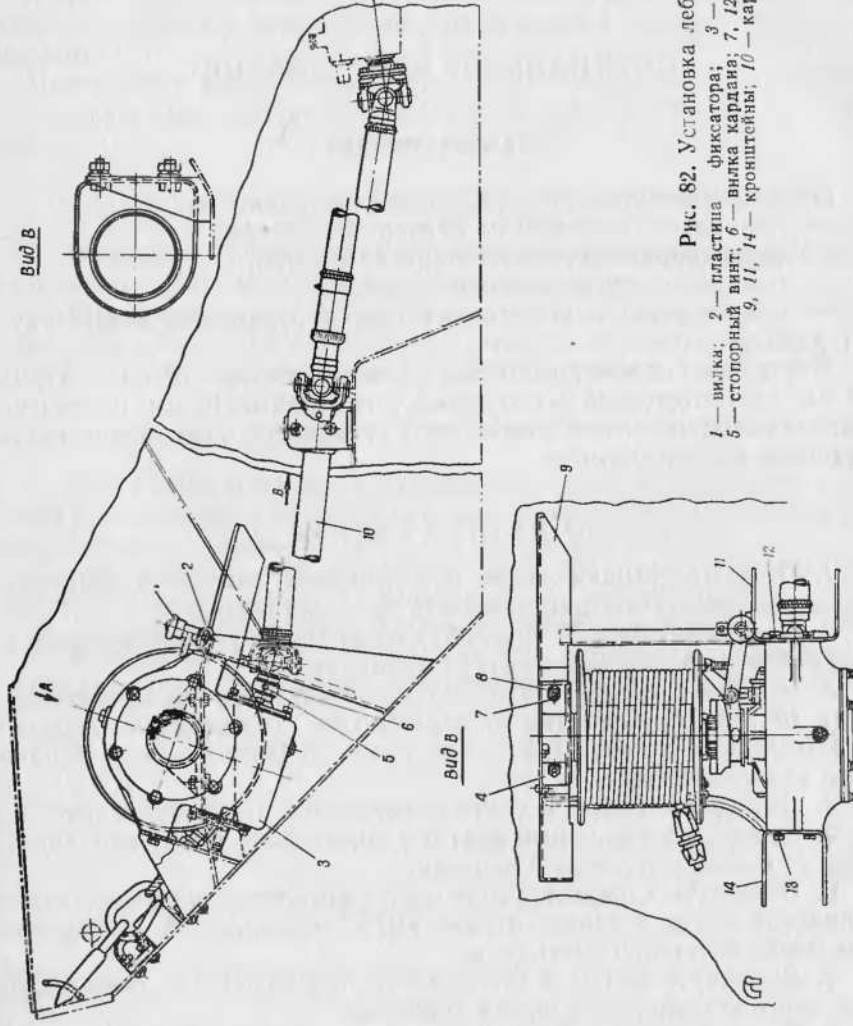

Рис. 82. Установка лебедки:
3. Вывернуть болты и отсоединить защитный кожух карданного вала 10 (рис. 82) лебедки от перегородки ограждения лебедки. Ослабить и снять стяжной хомут, снять защитный кожух карданного вала лебедки.
б) Зазор между пластиной 2 (рис. 82) фиксатора и плоскостью вилки 1 выключения должен быть 1—2,5 мм. Допускается подгибка пластины 2 фиксатора.
4. Совместить отверстия редуктора и траверсы с отверстиями в кронштейнах 9 (рис. 82), 11 и 14 и закрепить лебедку болтами 7 с гайками 8 и болтами 12 и 13 с пружинными шайбами (см. технические условия, пп. а, б).